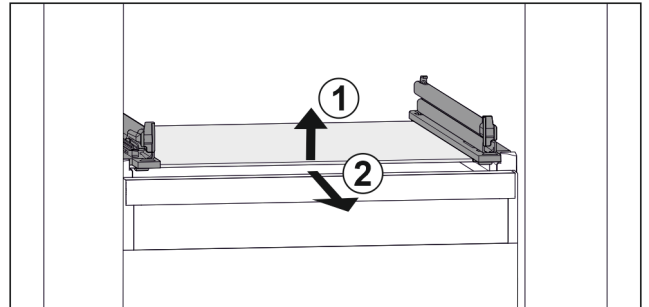

Fig. 26 Exemple de représentation de la tablette en verre
- ▶ Soulever la tablette en verre par l'avant. Fig. 26 (1)
- ▶ Retirer la tablette en verre par l'avant. Fig. 26 (2)